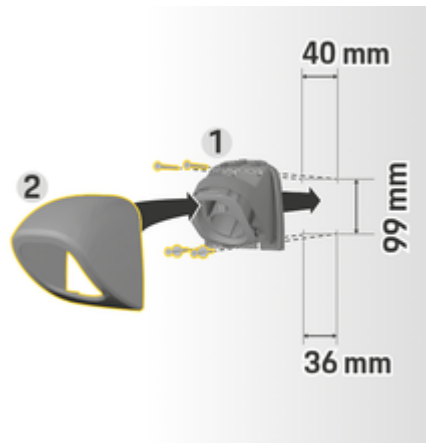

Fig. 35: Dimensões de perfuração
1. Remova o prendedor do conector **1** (Fig. 35) da tampa **2** (Fig. 35).
4. Parafuse o prendedor do conector **1** (Fig. 35) na parede.
5. Fixe a tampa **2** (Fig. 35) no prendedor do conector **1** (Fig. 35) pela parte de baixo e empurre para cima.